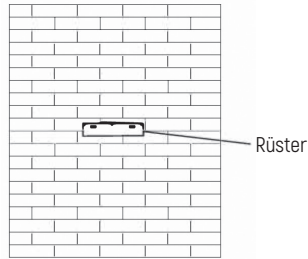

Abb. 2
4. Befestigen Sie die Halterung des Außenkanals und stellen Sie sicher, dass der Innenkanal frei in der Höhe verstellt werden kann, siehe Abb. 2.